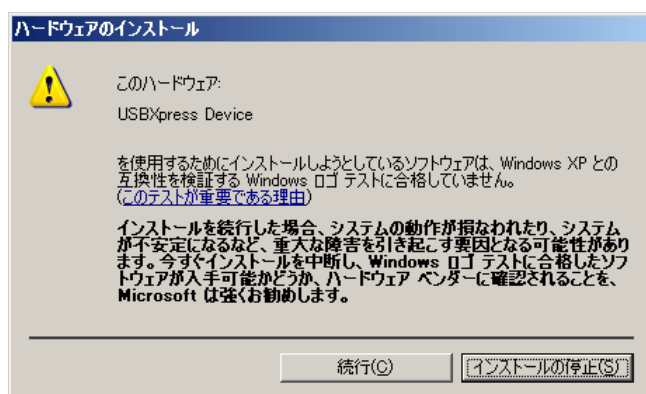

図13-12
- ⑧ インストールを開始します。インストールの途中で図 13-12のような Windows ロゴテストに関する警告表示が表示された場合は、【続行】ボタンをクリックしてください。